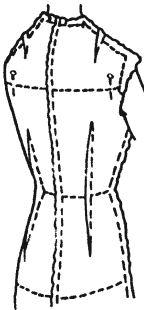

Рис. 19
2. Проверьте, *правильно ли расположена горловина спинки*. Поместите ее ровно и приколите спинку макета булавками к бретелям бюстгалтера на уровне линии ширины спинки (рис. 19).